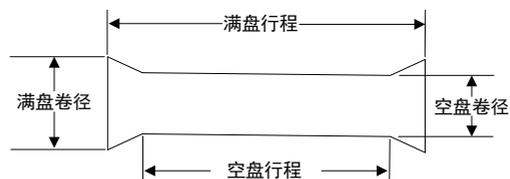

图 4-6 锥盘工字轮规格
**步骤 3：**排线行程按照图 4-6 中空盘行程进行标定，排线行程确认步骤请参考排线控制器快速调试指南 4.2.1 小节；